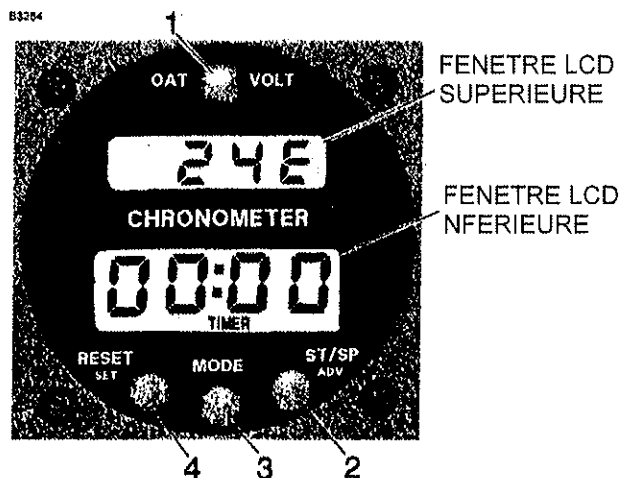

Figure 1. L'indicateur horaire/température extérieure/Voltmètre
3. BOUTON MODE – Le poussoir MODE bascule entre l'heure et le chronomètre. Le mode change à chaque pression sur le poussoir. Dans le mode chronomètre, le mot «TIMER» s'affiche sous les chiffres (comme illustré dans la figure 1).